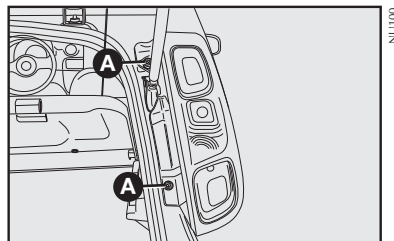

fig. 18
5) recolocar o grupo ótico da lanterna, apertando os parafusos **A-fig. 18**.